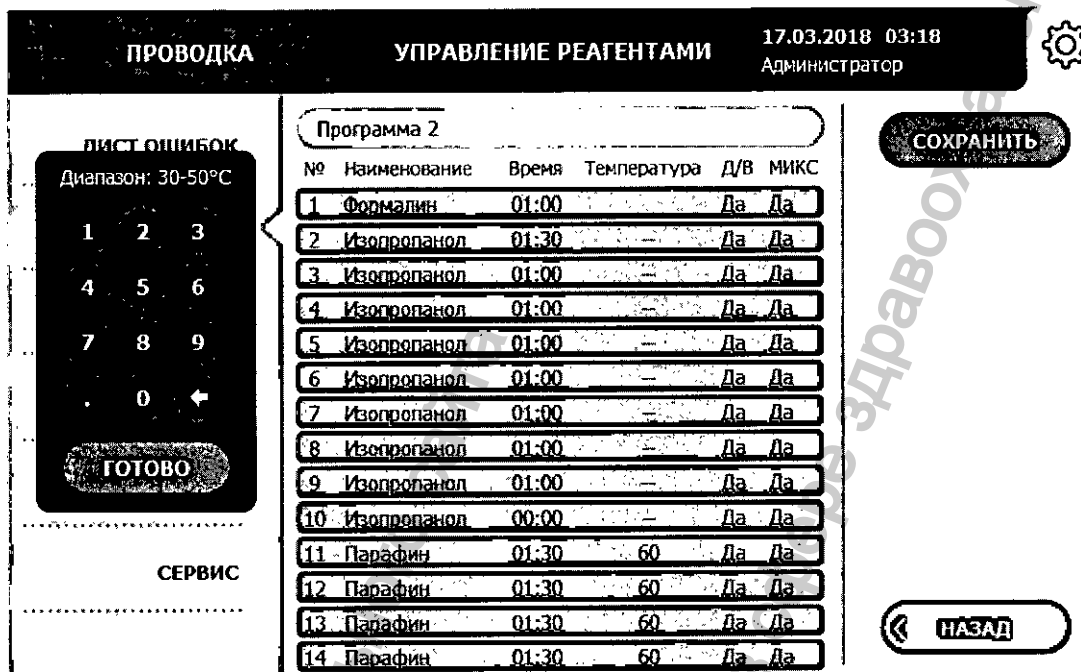

Рисунок 3.17. Установка температуры проводки
2. Используя экранную цифровую клавиатуру, введите температуру проводки в градусах Цельсия в пределах указанного диапазона (рисунок 3.17).